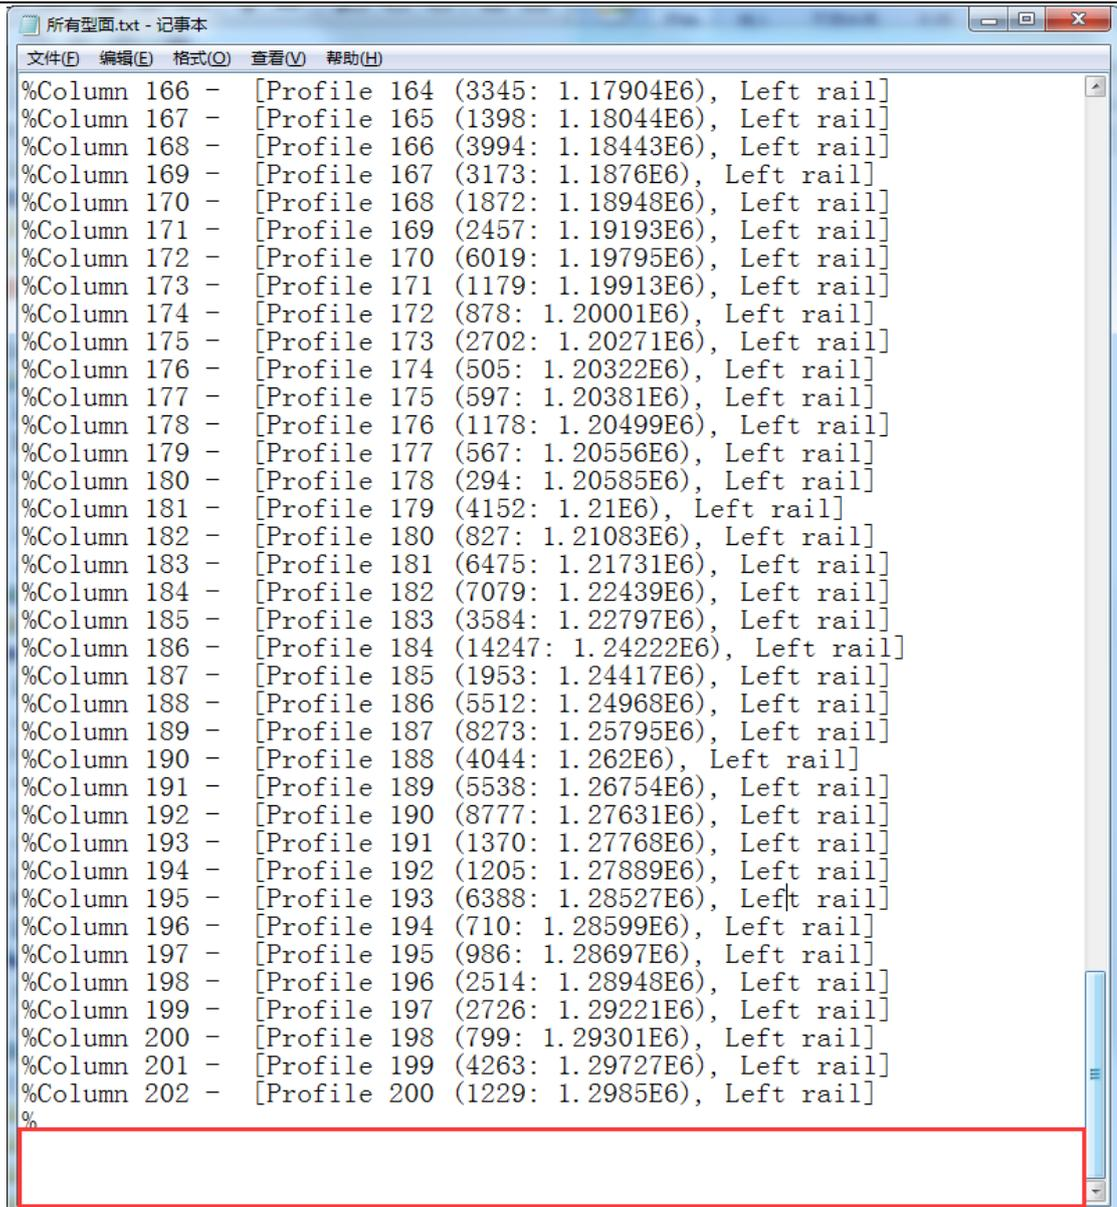

图 017-3 删除型面数据
2、用**记事本**打开，并删除所有型面数据，仅保留变量名称，如图 017-3；